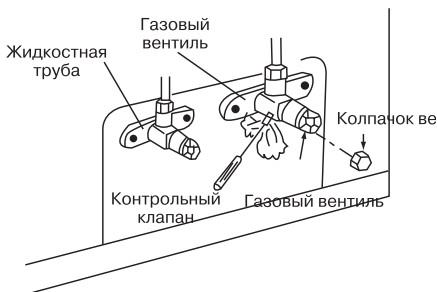

Рис. 9
9. Полностью откройте жидкостный и газо-вый вентилях (см. рис. 9).